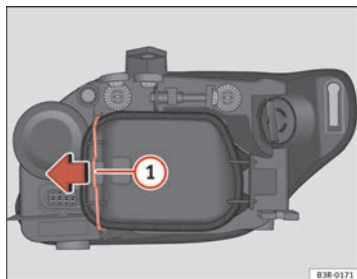

Fig. 206 Lámpara luz de posición
Aunque no es necesario, extraer previamente la tapa rígida ⇒ página 285, fig. 206, facilita el cambio de la lámpara de luz día. ■
- Desplace el tirante ⇒ fig. 206 1 en el sentido de la flecha y saque la tapa rígida separando primero el lado del tirante y sacando después las dos pestañas del extremo contrario de la tapa.